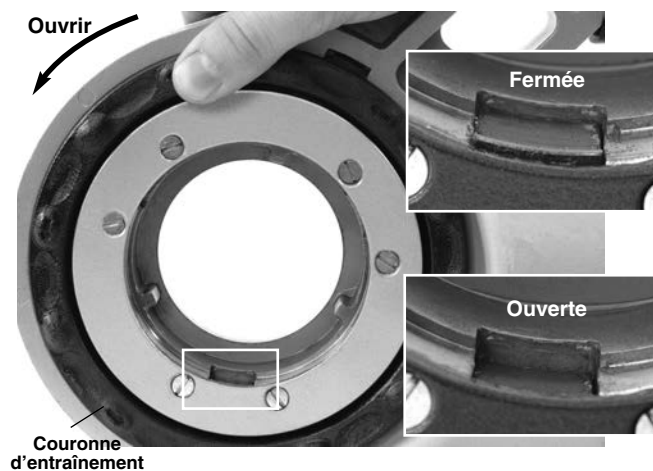

Figure 7 – Couronne d'entraînement en position ouverte et fermée
- b. Ouvrez la couronne en la tournant en sens anti-horaire. Engagez la tête de filière (ou, le cas échéant, l'adaptateur) à fond dans le système d'entraînement, côté entraînement en premier (Figure 7).